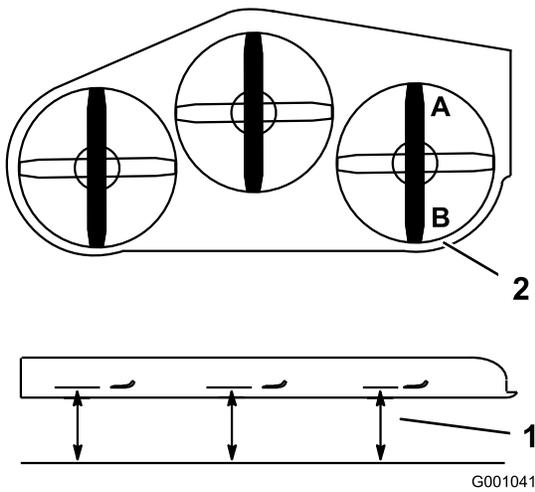

Figure 83
1. Tournez la lame droite dans le sens longitudinal (Figure 83).
2. Mesurez la distance au point **A** entre la surface plane et le tranchant de la pointe de la lame droite (Figure 83).
4. Mesurez la distance au point **B** entre la surface plane et le tranchant de la pointe de la lame droite (Figure 83).
6. La lame doit être plus basse de 6 à 10 mm (1/4 à 3/8") au point **A** qu'au point **B** (Figure 83). Si ce n'est pas le cas, passez aux étapes suivantes.